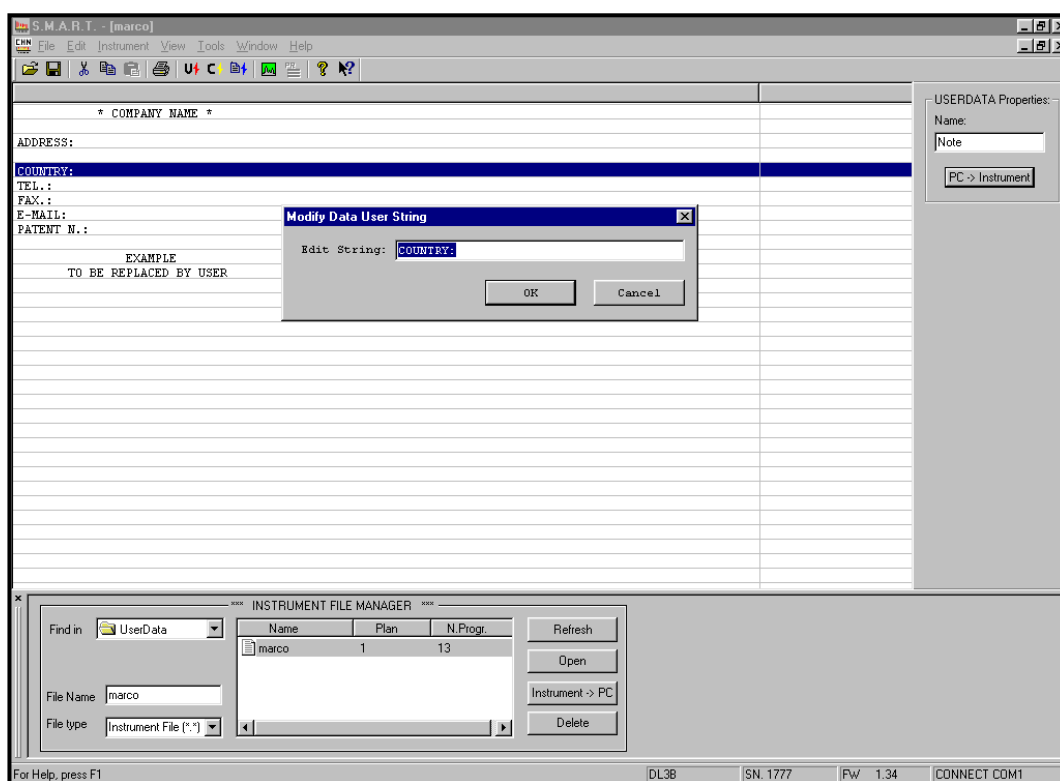

Figure 6.1
- e) Cliquer 2 fois sur le fichier à visualiser (Fig. 6.1)
- a) Une fois le fichier ouvert (Fig. 6.1) pour modifier une ligne, cliquer 2 fois sur la ligne,
- c) Cliquer sur le bouton "**PC-Instrument**" (Fig. 6.1) pour transférer les données dans le mesureur,